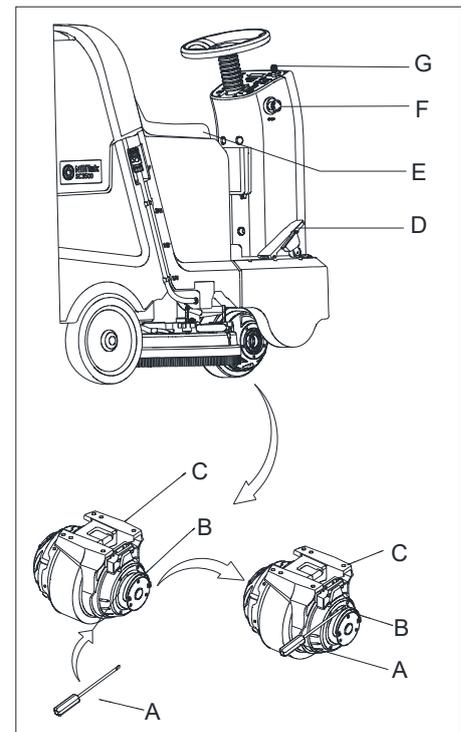

Abbildung 6
1. Drehen Sie den Schlüsselschalter (G, Abbildung 6) in die „EIN“ Stellung.
2. Drücken Sie das Beschleunigungspedal (D, Abbildung 6) leicht, lassen Sie es los, um zu prüfen, ob sich die Maschine nach vorne steuern lässt und stoppt.
3. Um sich der Sicherheit zu vergewissern, stellen Sie sicher, dass die Maschine durch das Drücken des Notschalters (F, Abbildung 6) sofort gestoppt wird. Drehen Sie den Notschalter, um ihn wieder einzustellen.
In einigen besonderen Fällen, z. B. beim Ein- und Auspacken der Maschine, bei Maschinenfehlern usw., muss die Maschine bewegt werden, ohne dass der Antriebsmotor läuft. Setzen Sie den Schraubenzieher A (Abbildung 6, A), die Motorbremse (Abbildung 6, B) und den Motor (Abbildung 6, C) ein zwischen den Nuten (Abbildung 6), die Maschinenbremse wird gelöst, die Maschine kann bewegt werden, nehmen Sie den Schraubendreher heraus, andernfalls kann die Maschine nicht gestartet werden.